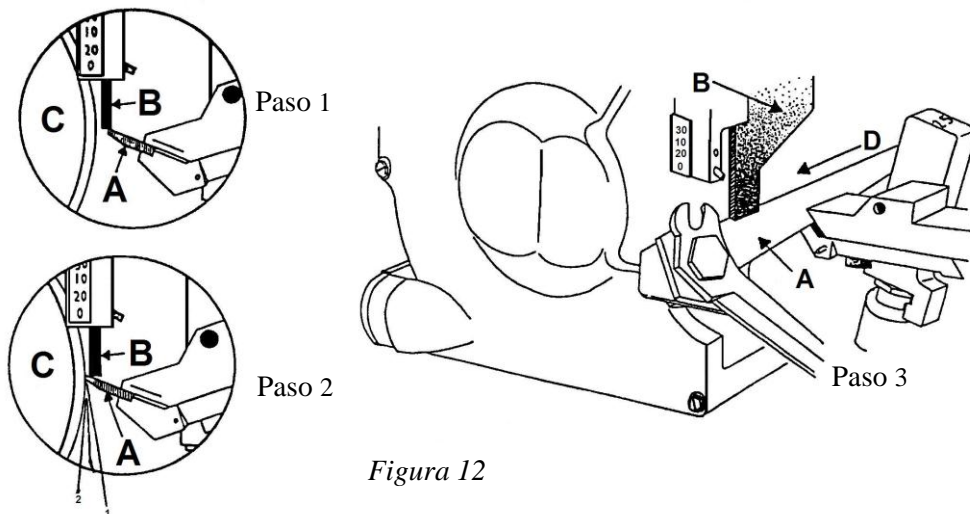

Figura 12
8.4.5 Esmerilado de la hoja (Vea la Figura 12)